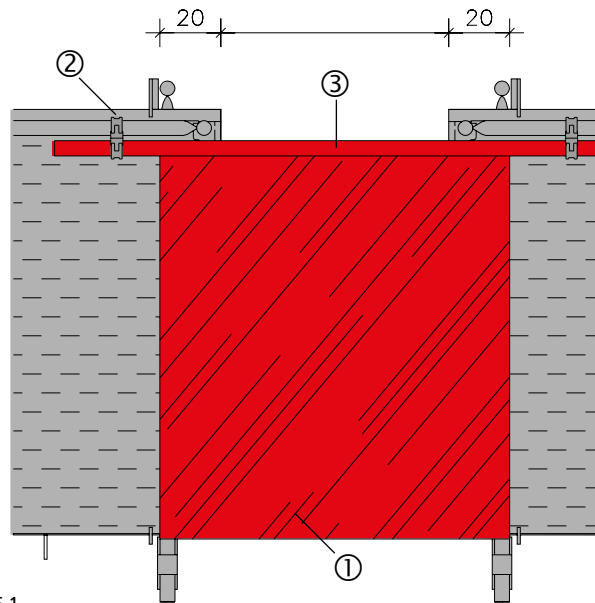

Abb. 35.1
- ① Dielen als Belag
- ② Gerüstkupplung zur Arretierung der Gerüstrohre
- ③ Gerüstrohre (alternativ Bretter 150/30 mit Bretthalter)
- ④ Diele als Bordbrett
- ⑤ Bretthalter LAB
- ⑥ Fixierung der Dielen als Verrutschsicherung (Abb. 35.1 bis 35.3).